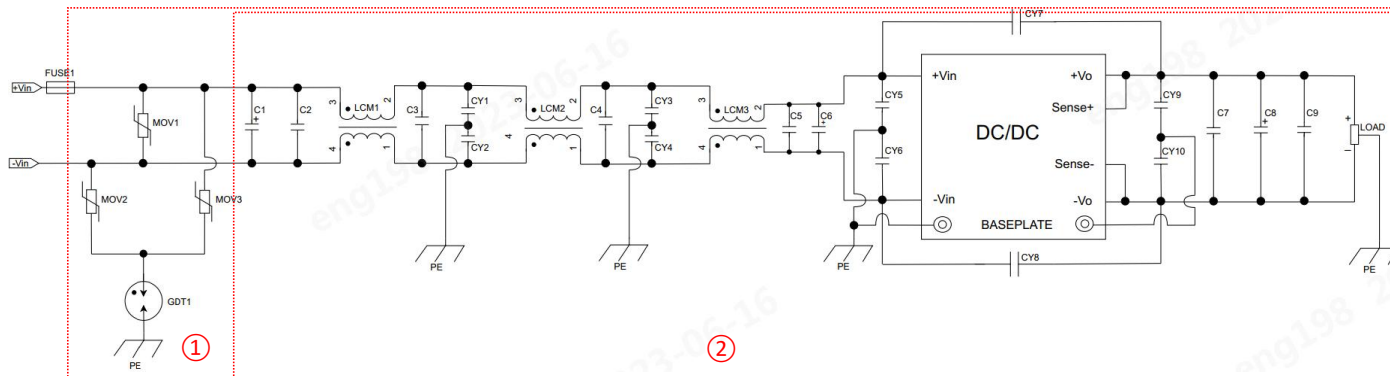

Fig. 8
GJB151B CE102 (推荐电路见图 8-②)
辐射骚扰	CISPR32/EN55032 CLASS A (推荐电路见图 8-②)